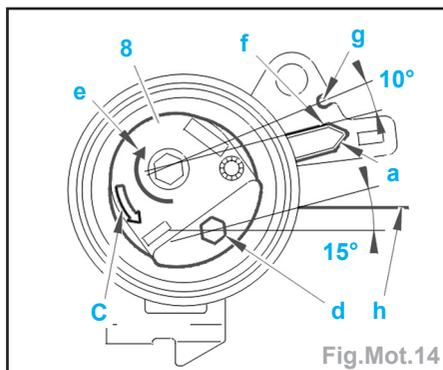

Fig.Mot.14
- Tourner le galet tendeur (8) dans le sens de la flèche (c) à l'aide d'une clé six pans creux en (d) (sens anti-horaire) : en écartant le carter inférieur de distribution (Fig.Mot.14).